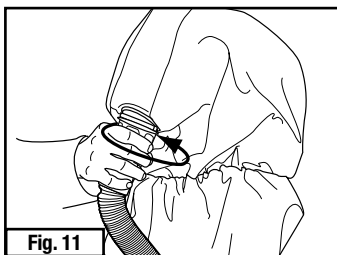
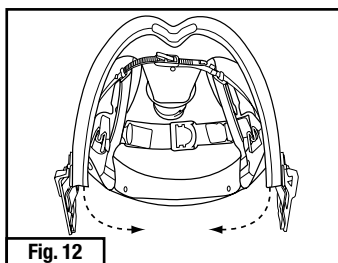
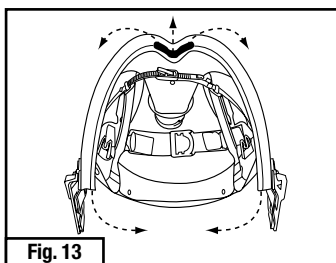

Fig. 11
Fig. 12
Fig. 13
- Ajuster le débit d'air de la coiffe de tête de qualité supérieure S-950 afin d'assurer le confort de l'utilisateur en tournant le couvercle d'ajustement du débit d'air (S-955) selon la Fig. 11. Lors du port, le débit d'air peut être dirigé principalement vers la visière avant (Fig. 12) ou divisé pour fournir plus de débit d'air au haut de la tête (Fig. 13).